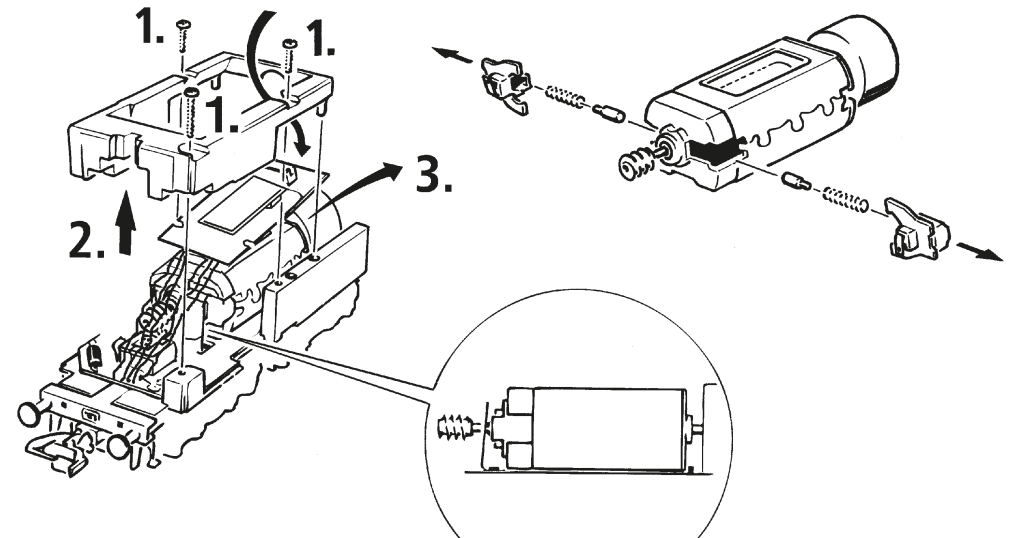

Fig. 12
1. Reinigung der Radstromkontakte: Radstromkontakte können auf unsauberen Schienen leicht verschmutzen. Entfernen Sie **vorsichtig** mit einem kleinen Pinsel **den Schmutz** an den in Fig. 11 gekennzeichneten Stellen. Dazu das Lokgehäuse (Fig.7) bzw. die Drehgestellblenden abnehmen (Fig.12).
1. Cleaning of wheel contacts: Wheel contacts easily get dirty on tracks which are not entirely clean. Use a small brush to **remove dirt** from spots marked in fig. 11 after having removed the loco body (fig.7) or gear cover (fig.12).
1. Nettoyage des lames de contact aux roues: Les lames de contacts risquent de s'encrasser rapidement sur des voies poussiéreuses. Veuillez **enlever la poussière** aux endroits marqués à la fig. 11 à l'aide d'un petit pinceau souple après avoir démonté la caisse de la locomotive ou le couvercle du carter des engrenages de tender (fig.7, fig.12).